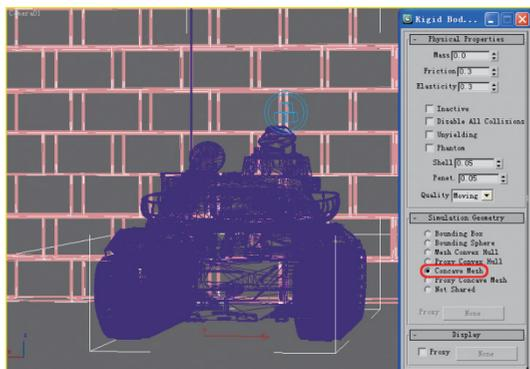

图9-25 设置地面属性
**06** 选中地面物体，在Simulation Geometry卷展栏中选中Concave Mesh单选按钮，从而将该几何体作为凹面进行处理，如图9-25所示。